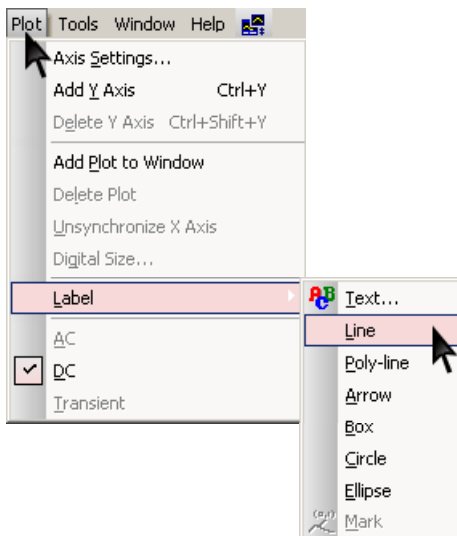

Рис. 52. Построение линии
9. Построить нагрузочную линию. Команда **Plot>Label>Line** (рис. 52).